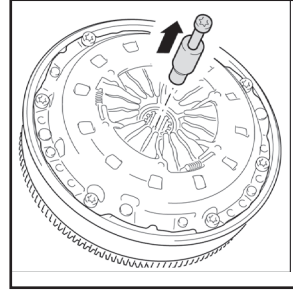

Fig. 3
- Visser le boulon dans le corps de l'outil d'installation et retirer l'outil. Terminer l'installation de l'embrayage à l'aide des spécifications du fabricant du véhicule. (Fig. 3)
- Thread the bolt into the installation tool body and remove the tool. Complete the clutch installation according to vehicle manufacturer's specifications. (Fig. 3)
- Enrosque el perno en la herramienta de instalación y remueva la herramienta. Complete la instalación del embrague de acuerdo a las especificaciones del fabricante del vehículo. (Fig. 3)